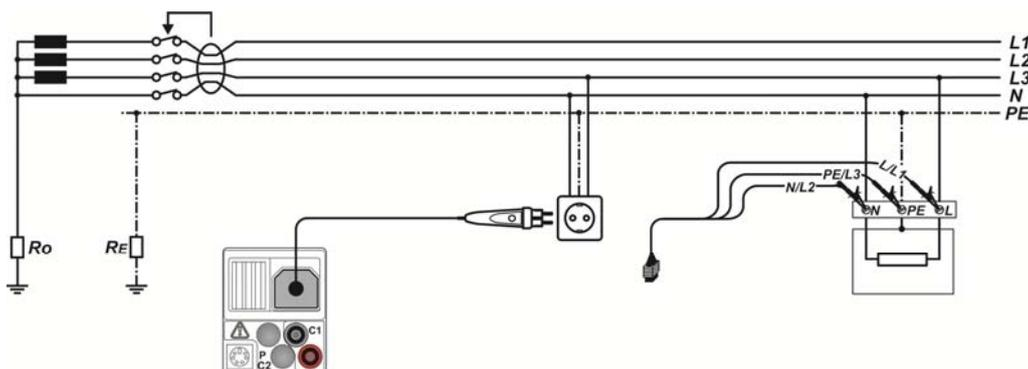

Abbildung 5.20: Anschließen des Commander-Prüfsteckers und der Dreileiter-Prüfleitung
- Schließen Sie** die Prüfleitungen an den Prüfling an (siehe *Abbildung 5.20*).
- Schließen Sie** die Prüflitungen an den Prüfling an (siehe *Abbildung 5.20*).
- Schließen Sie** die Prüflinien an den Prüfling an (siehe *Abbildung 5.20*).
<ul style="list-style-type: none"> <input type="checkbox"/> Wählen Sie die Funktion RCD mithilfe der Funktionswahltasten aus. <input type="checkbox"/> Stellen Sie die Unterfunktion AUTO ein. <input type="checkbox"/> Stellen sie die Prüfparameter ein (wenn erforderlich). <input type="checkbox"/> Schließen Sie das Prüfkabel an das Messgerät an. <input type="checkbox"/> Schließen Sie die Prüfleitungen an den Prüfling an (siehe Abbildung 5.20). <input type="checkbox"/> Drücken Sie die Taste TEST, um die Prüfung durchzuführen. 	Start des Tests